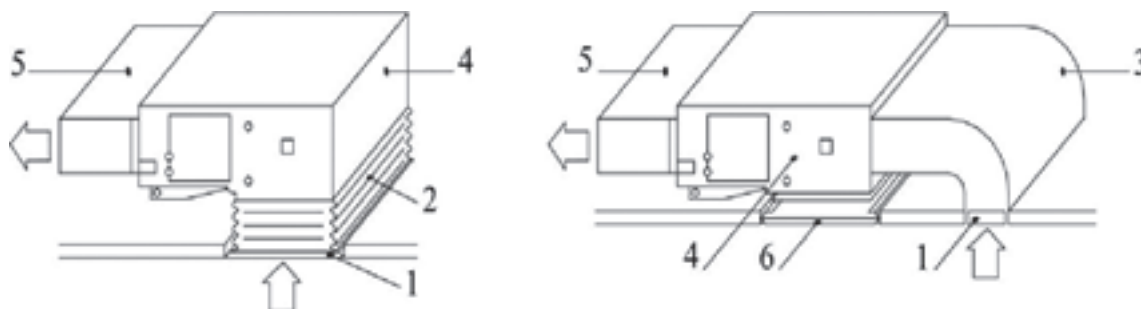

Рис. 12
- д. При выборе типа монтажа следует руководствоваться условиями в здании, удобством технического обслуживания и другими требованиями, см. рис. 12.